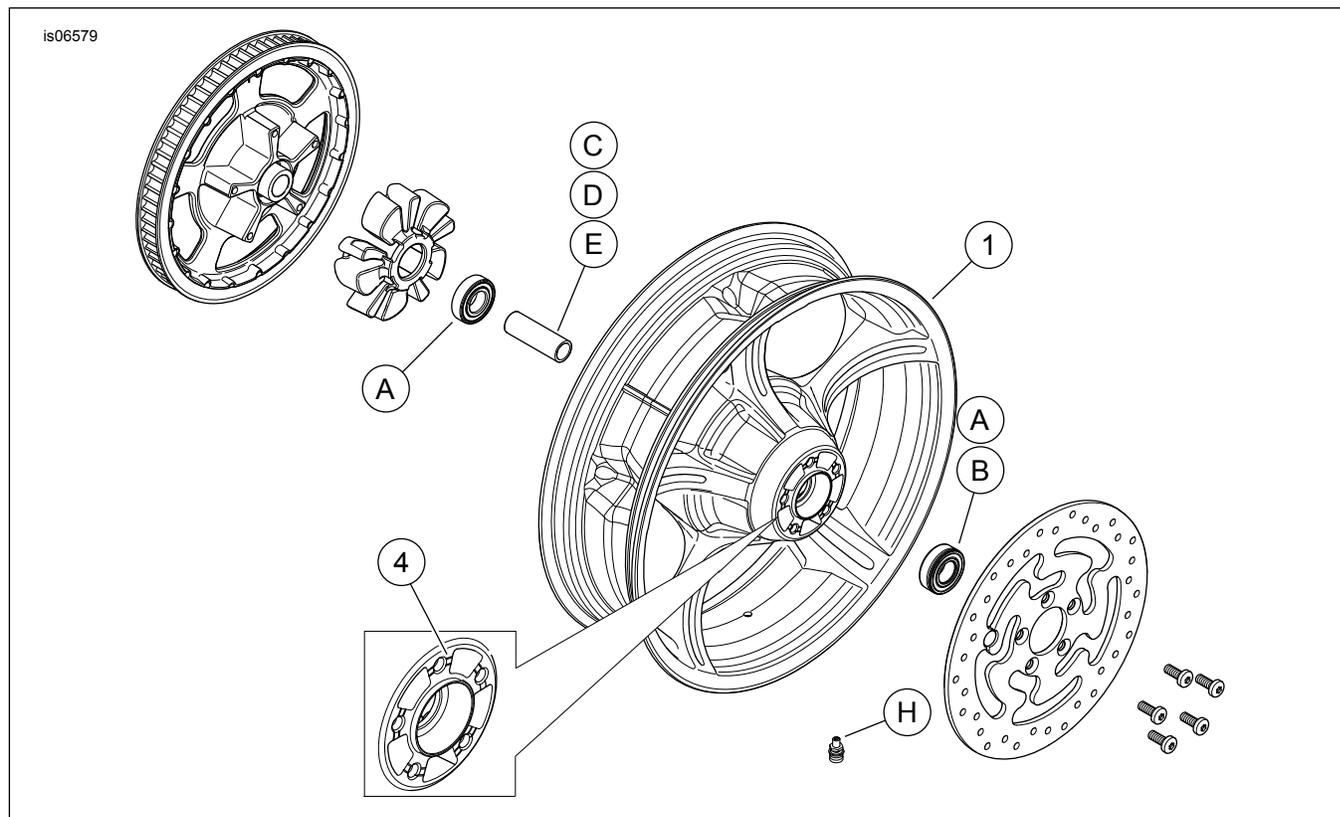

Figura 1. Piezas de servicio: Ruedas traseras Anarchy
Estos kits incluyen solamente la rueda personalizada. Vea Figura 1 y Tabla 2.
2. Vea Figura 1. Instale el conjunto del vástago de la válvula (H) en la rueda. Vea NEUMÁTICOS en el Manual de servicio.